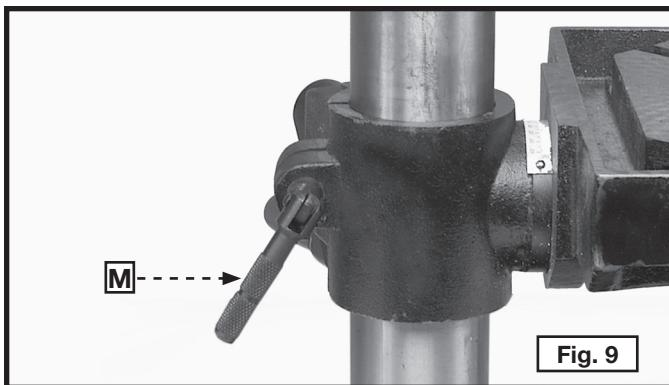

Fig. 9
7. Visser le montant de la poignée de fixation (M), fig. 9, dans le trou à l'arrière du support de la table.